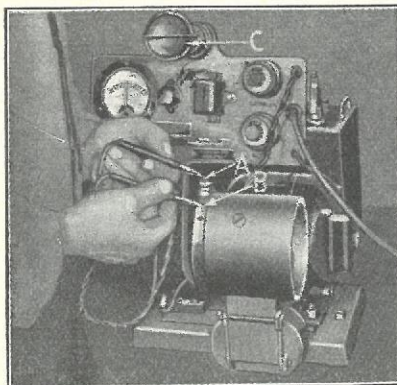

Fig. 495
- 969** For at være sikker paa, at ingen af Metaldelene paa Vindingerne er kommet i Forbindelse med Kærnerne eller Motorhuset, prøves det, om Magnetpolsystemet har Forbindelse til Jord. Dette gøres ved at anbringe den ene Prøvekontakt paa Motor-kabelskruen (Fig. 495-A) og den anden paa Motorhuset »B«. Hvis Prøvelampen »C« lyser, har Spolerne Forbindelse til Jord, hvis Lampen derimod ikke lyser, er Spolerne i Orden.